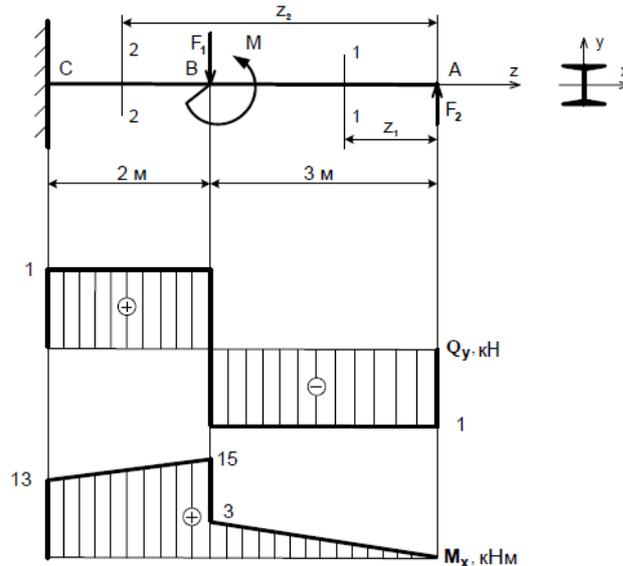

Рисунок 2.3 – К расчету балки
Для заданной консольной балки (рисунок 2.3) построить эпюры Q_y , M_x и подобрать двутавровое сечение, если:
3. Определяем значения изгибающих моментов M_x в характерных сечениях и строим эпюру M_x (рисунок 2.3).